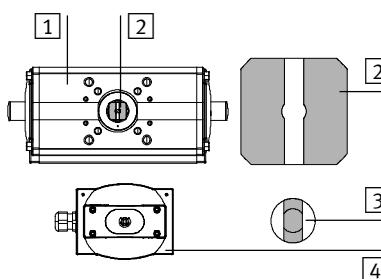

Fig. 9
5. Richten Sie die Welle der Sensorbox mit einem geeigneten Werkzeug bzw. mit Hilfe der Kupplung so aus, dass die Welle der Sensorbox, die Kupplung und die Welle des Schwenkantriebs in gewünschter Weise ineinander greifen (Beispiel siehe Fig. 9).